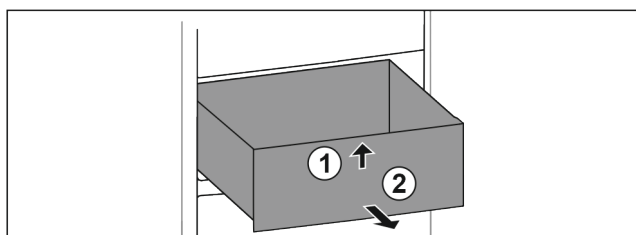

Fig. 15
- Sollevare il cassetto dal davanti. Fig. 15 (1)
- Rimuovere il cassetto tirandolo in avanti. Fig. 15 (2)